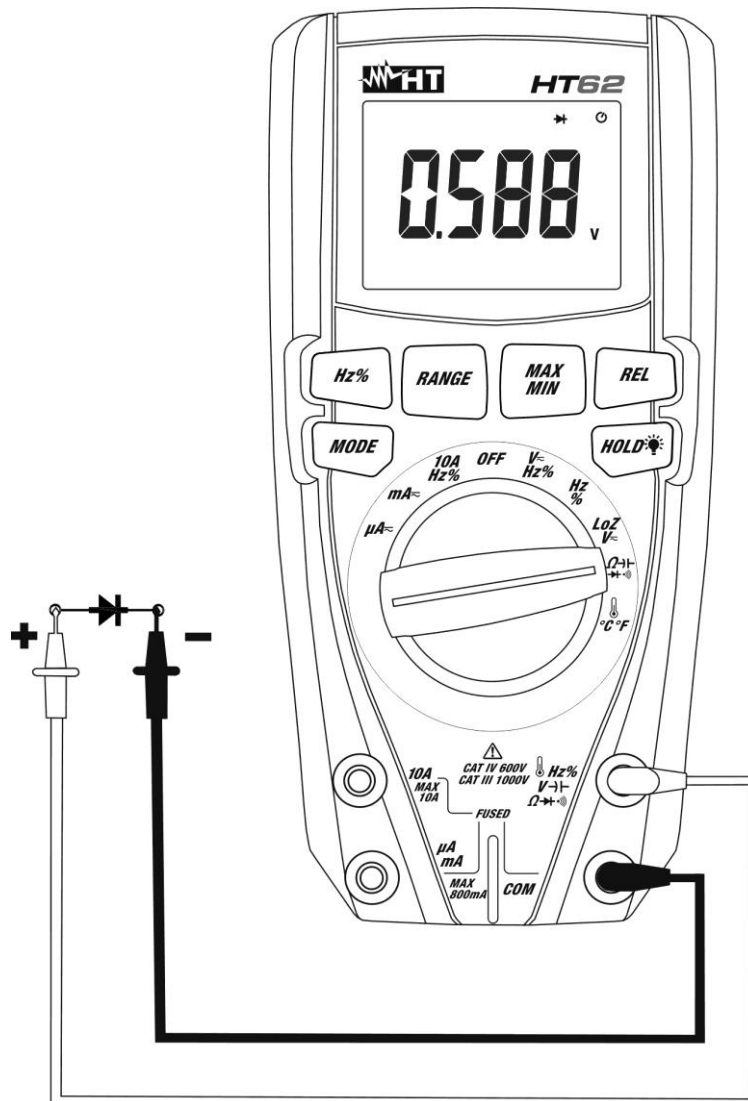

Fig. 7: Uso dello strumento per la Prova Diodi
4. Posizionare i puntali ai capi del diodo in esame (vedere Fig. 7) rispettando le polarità indicate. Il valore della tensione di soglia in polarizzazione diretta è mostrato a display
6. Se lo strumento visualizza il messaggio "**O.L**" i terminali del diodo sono invertiti rispetto a quanto indicato in Fig. 7 oppure la giunzione P-N del diodo è danneggiata